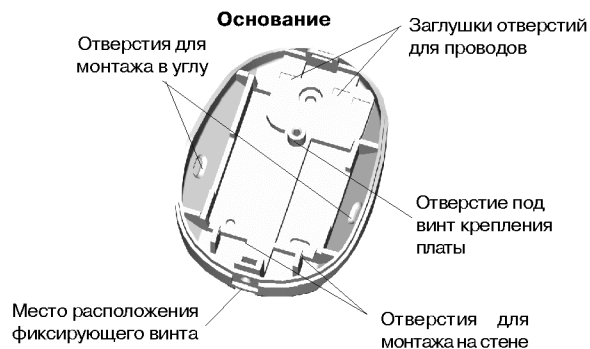

Рис. 2
- просверлите в основании корпуса отверстия (рис.2), которые будут использоваться для крепления извещателя;